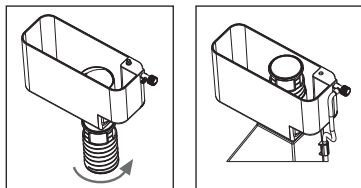

Abb. 21: Anbringen des integrierten Schaumeinstellers
2. Machen Sie sich mit dem Aufbau des Schaumeinstellers vertraut, den Sie in regelmäßigen Abständen zum Reinigen abmontieren müssen werden. Sorgen Sie beim Wiederezusammenbau dafür, dass der Dichtungsring an der Basis des Schaumeinstellers leicht in den Schaumtopf hineingeht. Bringen Sie anfangs den Schaumeinsteller an seine höchsten Position an (Abb. 21).